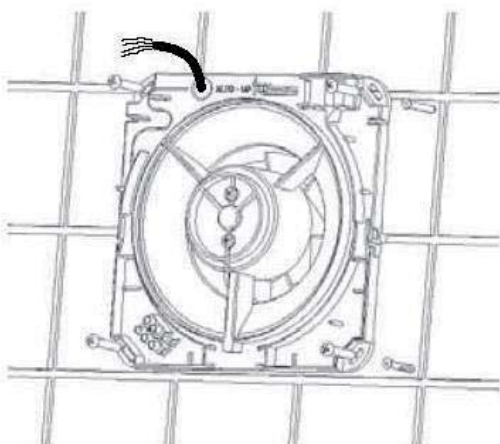

Fig. 10
3. Fixez le porte-moteur en face du trou de déchargement à l'aide de vis et de chevilles (fig. 10).